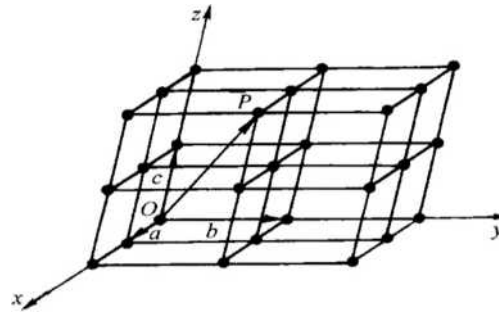

图 2-4 晶向指数的确定
① 其确定步骤如下：
- 建立坐标系如图 2-4 所示，以晶胞中待定晶向上的某一阵点 O 为原点，以过原点的晶轴为坐标轴，以晶胞的点阵常数 a 、 b 、 c 分别为 x 、 y 、 z 坐标轴的长度单位，建立坐标系；
② 对于晶向指数需作如下说明：
(2) 晶面指数